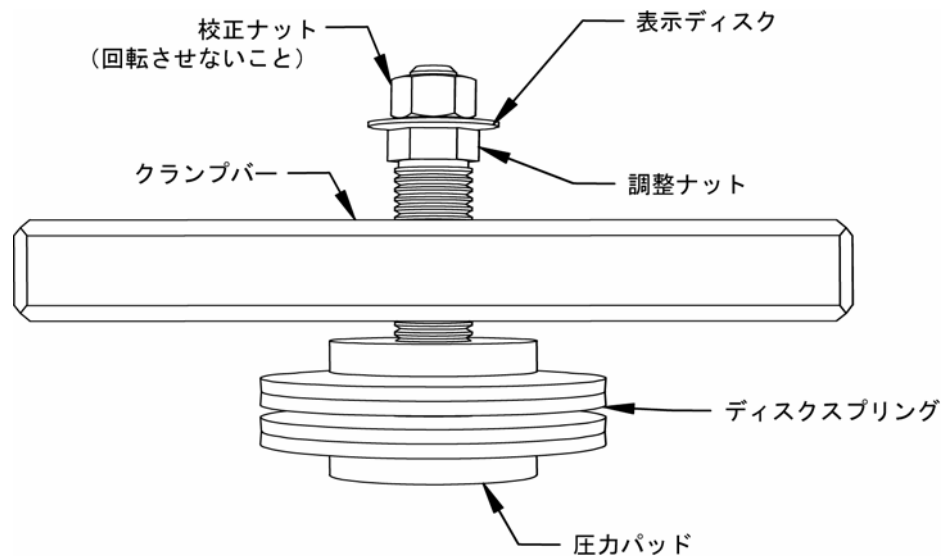

図 5.19 締付け(クランプ)装置
3. 温度センサ付きヒートシンクを、パワーケースから取り外す必要があります。クランプ装置の押付け力を取り除きます(図 5.19を参照してください)。